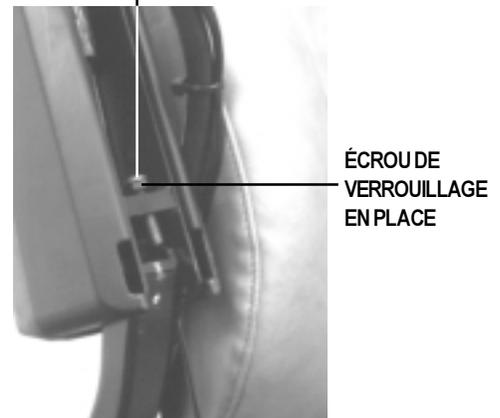

Figure 6. Angle De L'Accoudoir
2. Deserrez l'écrou hexagonal 7/16 po (voir la figure 6).